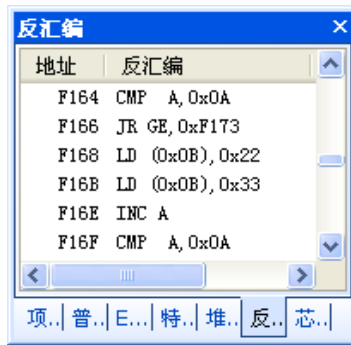

图 4.6 反汇编窗口
6. **反汇编窗口**- 反汇编窗口显示的是从机器码反过来生成汇编码，本窗口提供直接修改汇编指令或者机器指令的功能，请见图 4.6。